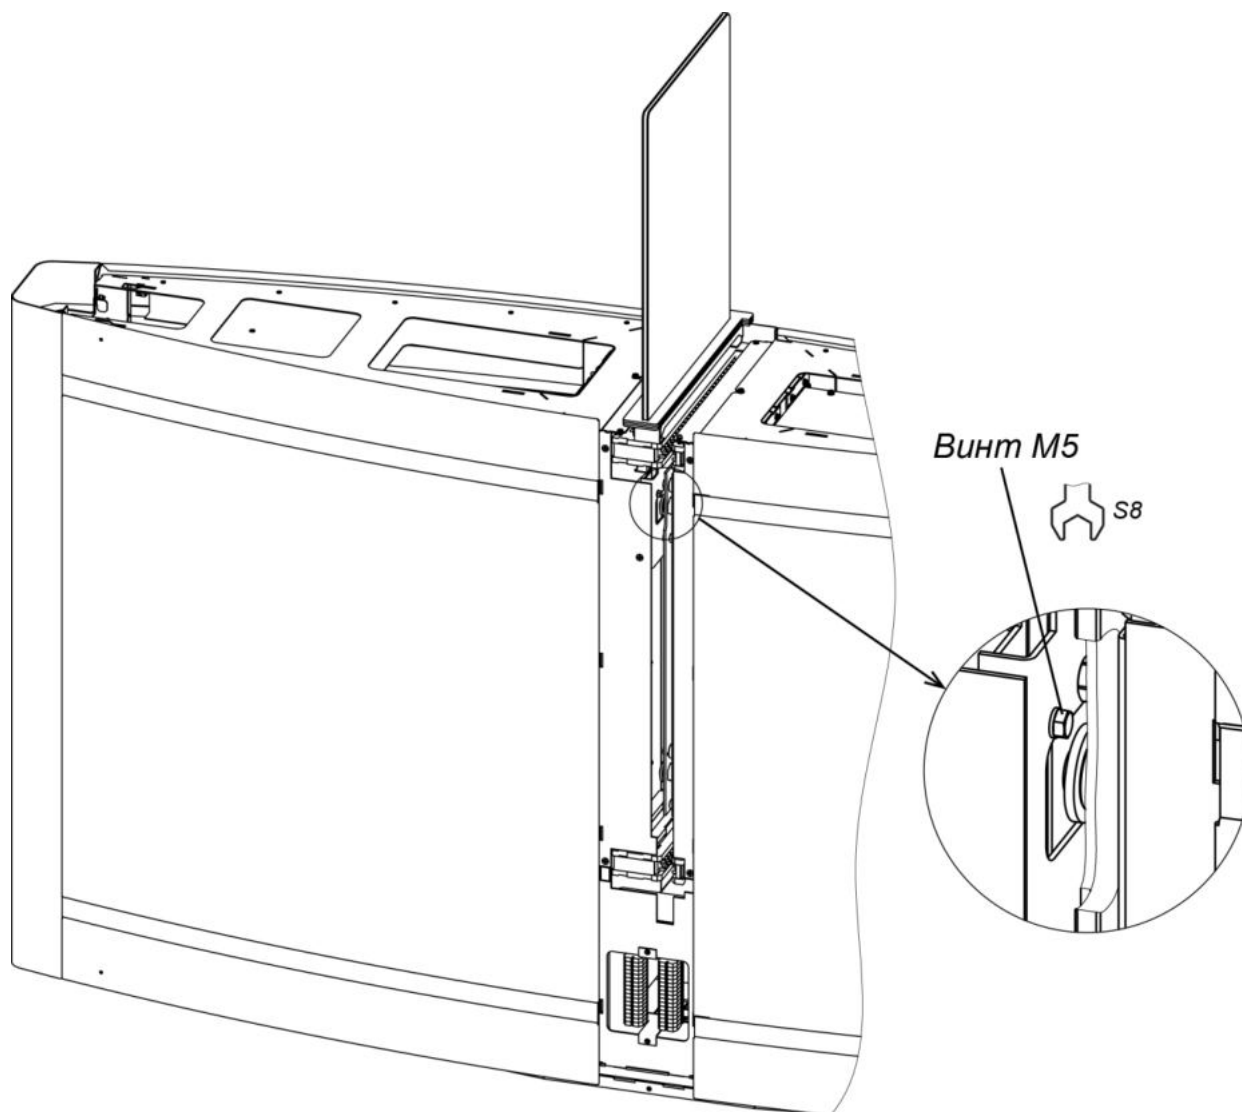

Рисунок 23. Демонтаж стекла заполнения
- Смонтируйте стекло заполнения (2) (см. разд. 8.7.5, рис. 23).
1. Ключом рожковым S8 ослабьте два винта крепления стекла M5, находящиеся под центральной вставкой (4) по бокам (см. рис. 23).